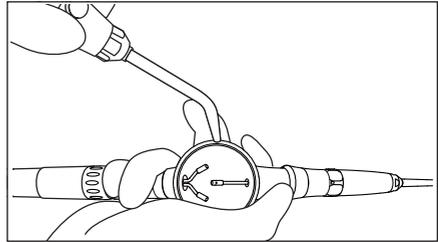

Fig. 13
- 3) Con un getto d'aria soffiare via la polvere rimasta nel serbatoio. (Fig. 13)